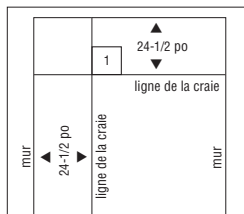

Figure 7
- UNE POSE CORRECTEMENT EFFECTUÉE POUR LE PREMIER CARREAU EST LA CLÉ D'UNE INSTALLATION RÉUSSIE. Placer soigneusement un carreau de 30,5 cm x 30,5 cm (12 po x 12 po) à l'intersection des deux lignes tracées au cordeau (Figure 7). Ne pas utiliser le bord de la languette pour aligner le carreau selon les lignes tracées.